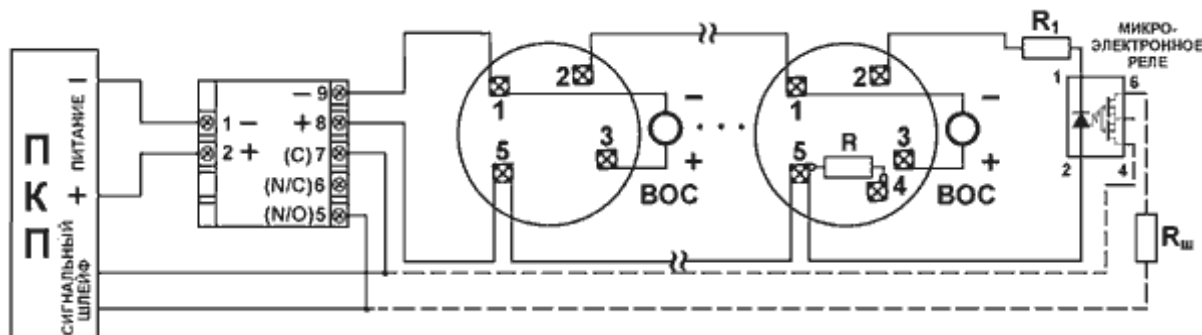
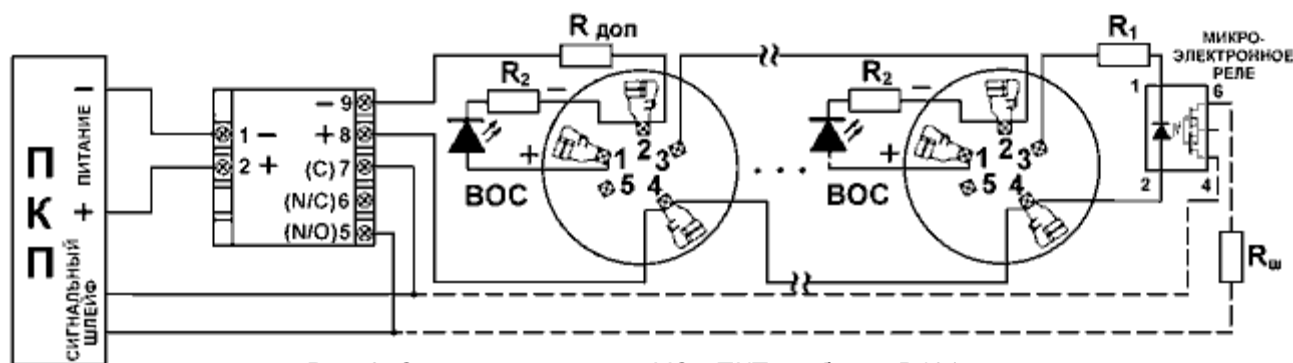

Рис. 1. Схема подключения УС к ПКП и к базам Е1000В, Е1000R.
Рис. 2. Схема подключения УС к ПКП и к базам В401.
Устройства согласования M424RL, M412RL и M412NL предназначены для подключения пожарных извещателей серий 100/400 и ECO1000 производства System Sensor к ПКП с 4-х проводной схемой включения. УС обеспечивает питание подключенных пожарных извещателей и контроль их тока потребления. Переход одного или нескольких извещателей в режим «Пожар» сопровождается увеличением тока потребления, что вызывает переключение контактов реле УС и включение красного светодиода, расположенного на передней панели. Сброс режима «Пожар» УС M424RL, M412RL производится отключением от шлейфа активизированного пожарного извещателя, либо снятием напряжения питания с УС. Устройство M412NL в режиме «Пожар» примерно через пять секунд отключает питание извещателей на 1,5 сек. Данная функция обеспечивает автоматический выход из режима «Пожар» после устранения причины, вызвавшей активизацию извещателя. УС снабжены приспособлениями, позволяющими легко устанавливать их на различные поверхности. Максимально допустимый ток шлейфа УС в дежурном режиме - 3,8 мА - позволяет подключить до 16 извещателей серии ECO1000 или до 20 извещателей 1151E, 2151E и 5451E. (Извещатель 5451E имеет рабочее напряжение питания от 15 до 35 В и может подключаться только к УС типа M424RL). Для обеспечения контроля исправности двухпроводного шлейфа в качестве его оконечного элемента рекомендуется использовать микроэлектронное реле, например, типа PVT312 (International Rectifier) или 5П14Б с токоограничивающим резистором R_1 6,8 кОм $\pm 5\%$ для M412RL и M412NL и R_1 15 кОм $\pm 5\%$ для M424RL (рис. 1, 2). При обрыве шлейфа и при отсутствии питания микроэлектронное реле отключает оконечный элемент Rш сигнального шлейфа и на ПКП поступает сигнал «Неисправность». Изделие конструктивно собрано на печатной плате, установленной в пластмассовый корпус, с двух сторон которого расположены винтовые контакты с универсальными шлицами для подключения проводников. Металлическая монтажная пластина с крепежными отверстиями закрывается декоративной крышкой.
1. Подключите УС к извещателям серии ЕСО1000 непосредственно (рис. 1), а к извещателям серии 100/400 через дополнительный резистор $R_{\text{доп}}$ 330 Ом $\pm 5\%$ 1 Вт (рис. 2).